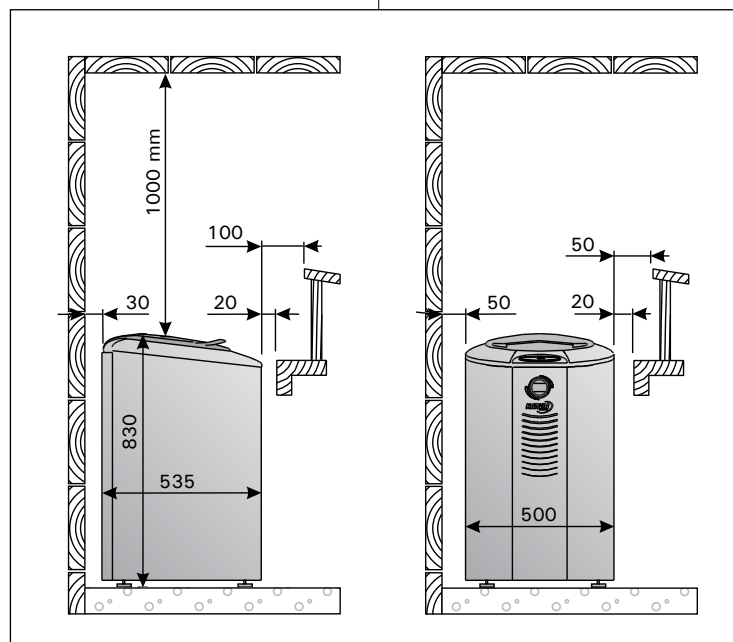

Рис. 8. Расстояния безопасности (мин.)
- при расположении каменки выполняются условия минимальных расстояний, изображенных на рис. 8.
При установке защитного ограждения вокруг каменки следует соблюдать расстояния, указанные на рис. 8.